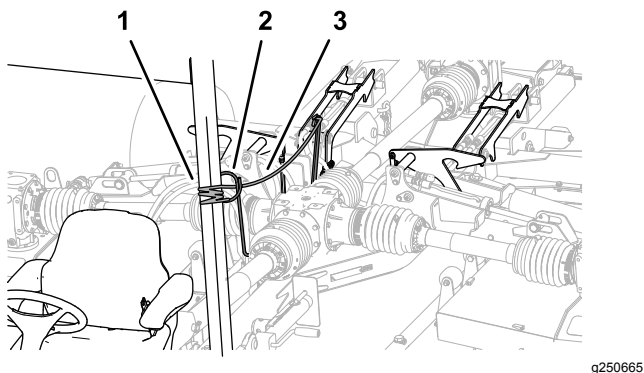

Bild 35
5. Ziehen und halten Sie das Sicherungsseil des Mähwerks (**Bild 35**).